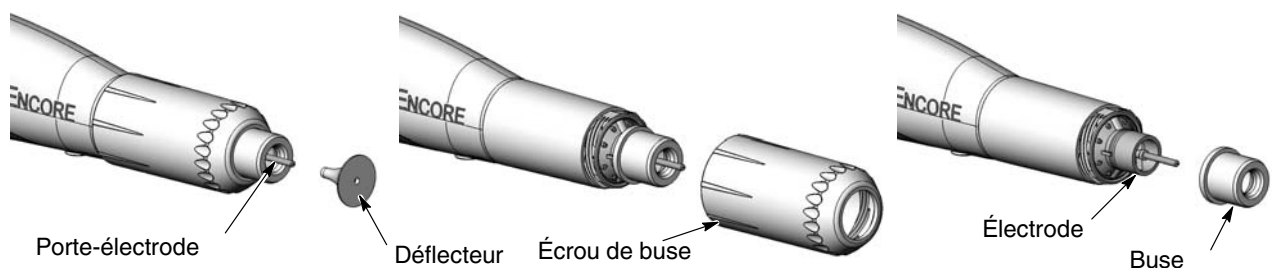

Figure 4-7 Remplacement d'une buse conique
2. Voir la figure 4-7. Retirer doucement le déflecteur du porte-électrode. Si seul le déflecteur est remplacé, monter le déflecteur neuf sur le porte-électrode en prenant garde de ne pas plier le fil de l'électrode.